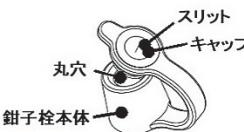

図 2
- (5) 挿入部の光沢消失や白線指標の変色、色あせがないこと。
- (6) 操作部 : U/D と R/L の各アングル操作ノブ、U/D アングルロック、R/L アングルロックの作動のざらつき、がたつき、引っ掛けり、操作部を軽く振ったときに異音がするなどの現象がないこと。
- (7) 先端レンズの脱落を防止するため、ビデオ内視鏡先端部のレンズにキズ、欠け、脱落、汚れ、レンズ周辺のすきま、レンズの異常な飛び出しなどがないことを確認すること。
- (8) 送気/送水バルブの穴に異物が入っていないことを確認すること。また、チャンネル内に洗浄ブラシ片等の異物が遺残していないか確認すること。
- (9) 鉗子栓のキャップのスリットまたは鉗子栓本体の丸穴に裂け、ひび割れ、変形、変色などの異常がないことを目視で確認すること(図2 参照)。